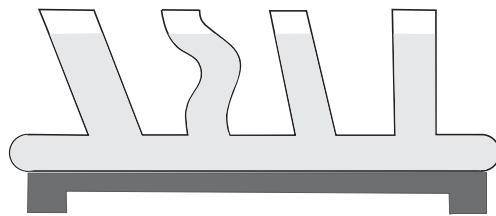

Figura 3.2: Presión hidrostática observada en vasos comunicantes
1. Vierta agua en cualquiera de los vasos, hasta que suba el nivel a un poco más de la mitad de su altura, tal como se muestra en la figura 3.2.